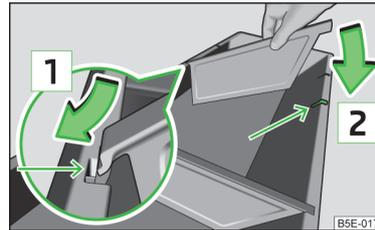

Abb. 80 Ablagebox: Quertragschiene einbauen
- › Die Rastnase der Quertragschiene in Pfeilrichtung unter die vordere Boxkante **1** » Abb. 80 einschieben.